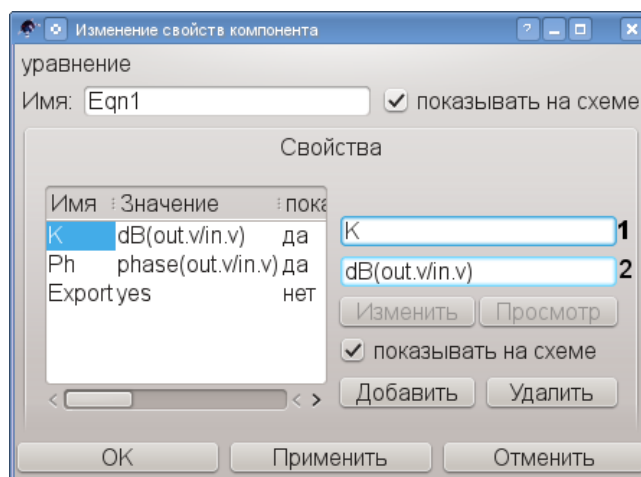

Рис. 12. Задание уравнений.
Теперь, чтобы получить зависимость коэффициента усиления от частоты для нашего усилителя нужно, задать уравнение, по которому он будет рассчитываться. Для этого дважды щёлкаем мышью по компоненту «Уравнение» и входим в окно редактирования уравнений (рис. 12) Мы поместили узел являющийся входом схемы как **in**, а являющийся выходом схемы как **out**. Частотному образу (зависимости напряжения от частоты) напряжения на выходе будет соответствовать выражение **out.v**, а на входе **in.v**.
Чтобы получить коэффициент усиления, нужно поделить напряжение на выходе на напряжение на входе. Для этого вводим в окне на рис.12 в поле ввода (1) символ **K**, а в поле ввода (2) — выражение **dB(out.v/in.v)**. Функция **dB()** пересчитывает значение коэффициента усиления в децибелах (дБ). Теперь когда поля ввода заполнены, нажимаем кнопку «Добавить». Можно переходить к редактированию нового уравнения, по которому будет рассчитываться ФЧХ.